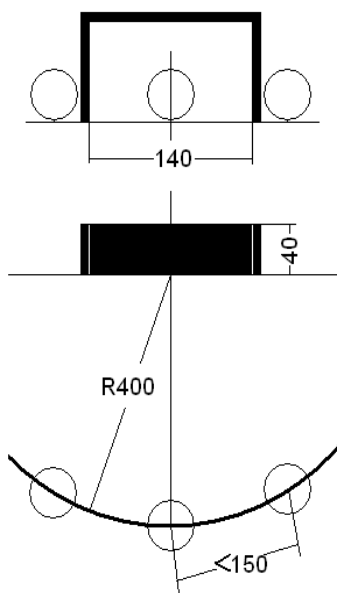

图8点球大战球门和球示意图
- 4.8.1 在某个拼装块上有一个内高80mm、内宽140mm、深40mm的黑色球门。在以球门中央为圆心、400 mm为半径的圆弧上有3个放在小橡皮圆环上的桔黄色乒乓球。其中一个球正对球门中央,另两球分居两边,与第一个球相距不超过150mm,如图8所示。机器人每次只能把1个球踢进球门,已经离开橡皮圆环的球不能再踢。